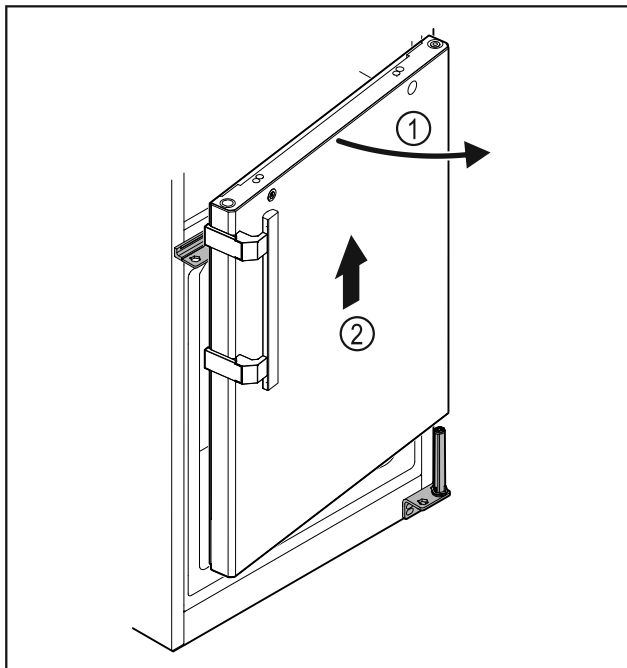

Fig. 33
- ▶ Ανοίξτε λίγο την πόρτα Fig. 33 (1), σηκώστε τη περίπου 200 mm ευθεία προς τα επάνω και αφαιρέστε τη Fig. 33 (2).